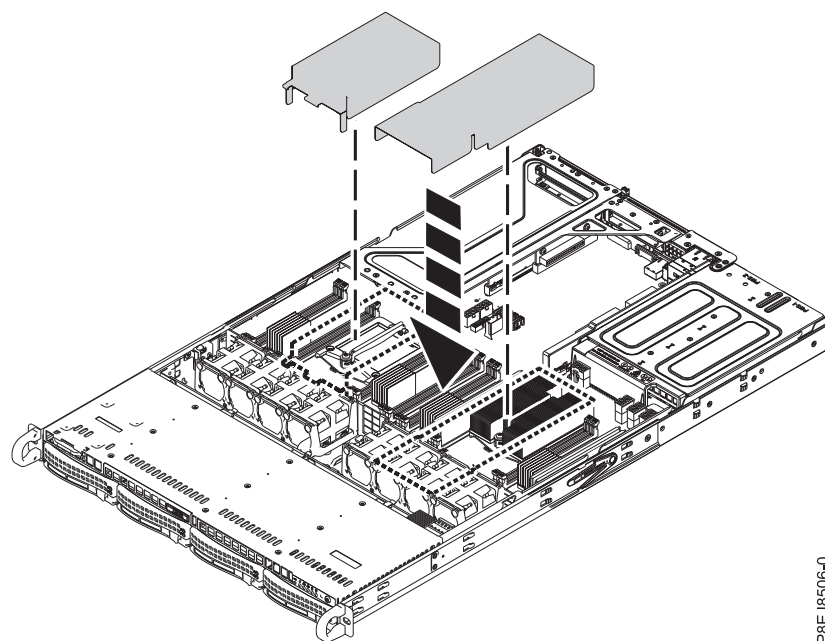

図 57. システム・プロセッサ・エア・バッフルの取り付け
7. システム・プロセッサ・エア・バッフルを取り付けます (図 57 を参照)。システム・プロセッサ・エア・バッフルの端をファン・サポートに挿入します。次に、システム・プロセッサ・エア・バッフルを慎重に押し下げて所定の位置に押し込みます。